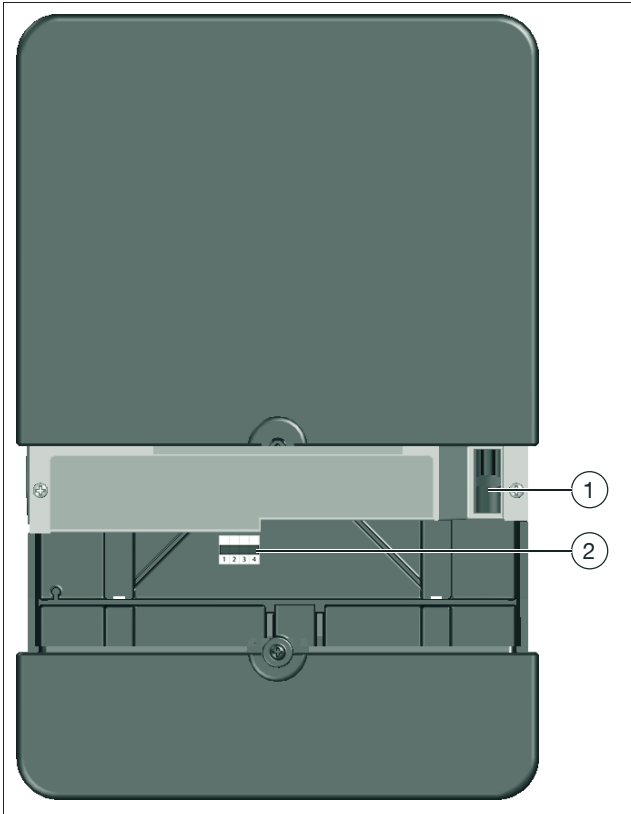

Abb. 20: Sicherungshalter und DIP-Panel
i Beachten Sie die Position des DIP-Panels in Abb. 20 auf Seite 29.
i Der Notbetrieb kann über die DIP-Schalter aktiviert bzw. deaktiviert werden (siehe Position (2) in Abb. 20 auf Seite 29).